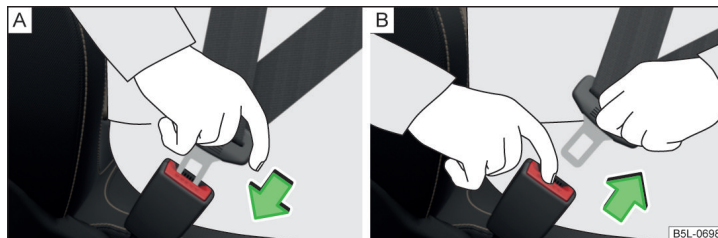

Fig. 5 Bouclage/débouclage des ceintures de sécurité
- Engagez la languette dans la boucle du siège correspondant » fig. 5 - [A] jusqu'à ce qu'elle s'enclenche de façon audible.
- Appuyez sur la touche rouge de la boucle » fig. 5 - [B], la languette est éjectée.